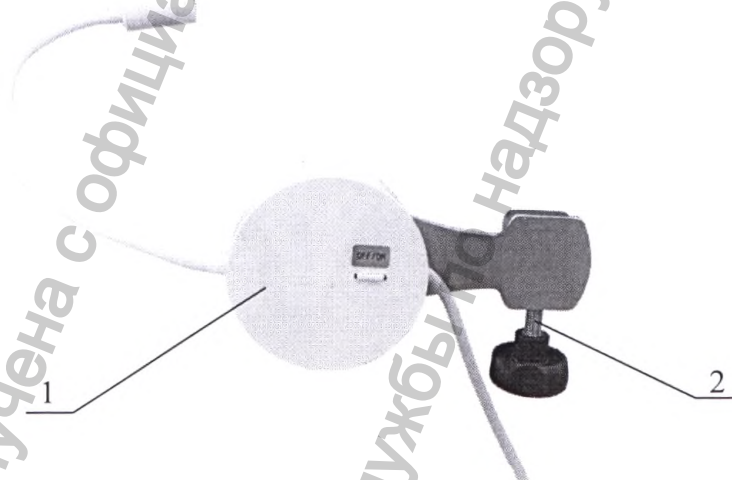

Рисунок 7. Светильник смотровой.
7. Светильник смотровой. (Рисунок 7). Устанавливается с помощью встроенного зажима на направляющей планке кресла гинекологического. Работает от сети питания $\sim(230\pm 23)\text{В}$, $(50\pm 0,1)$ Гц. Для подключения необходимо использовать розетку с защитным заземлением.